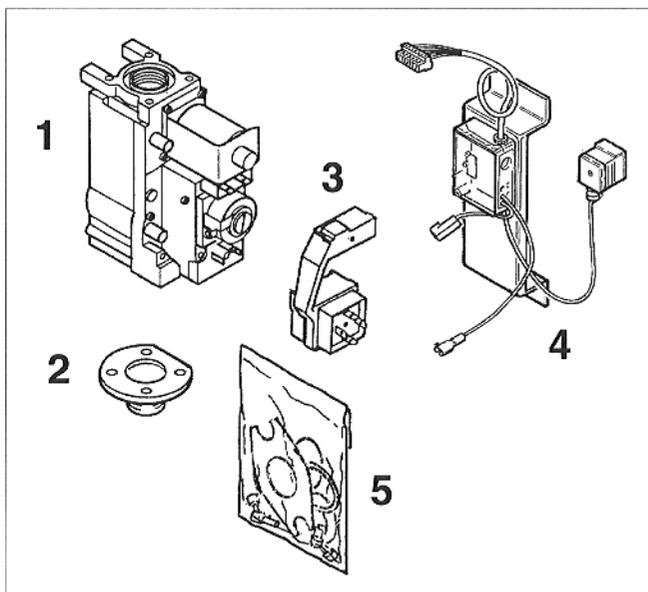
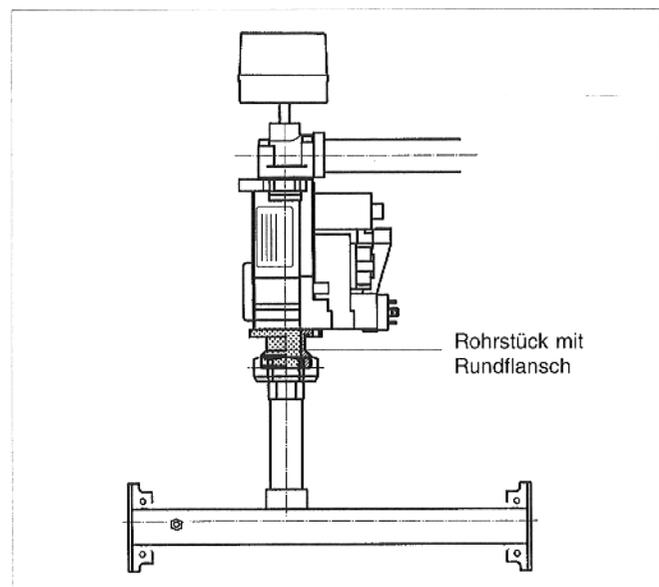

Abb. 2: Set 2
Abb. 6: G124 L mit VR 4605 (Set 2)
- Rohrstück mit Rundflansch (Abb. 2, Pos. 2) zwischen Armatur und senkrechtem Gasanschlußrohr montieren (Abb. 6). Die gerade Seite des Rundflanschs muß zur Gas-Ausgangsseite der Armatur stehen.